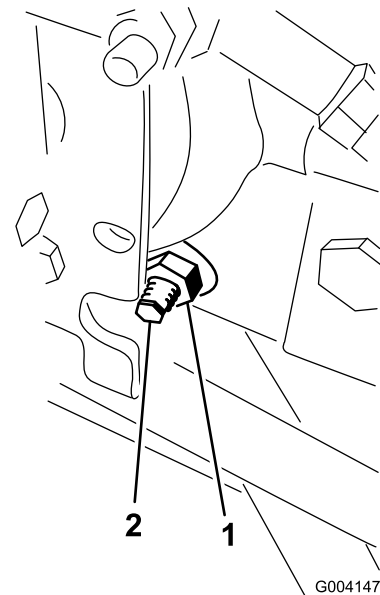

Bild 92
3. Lösen Sie rechts am Hydrostat die Sicherungsmutter an der Fahrtrieb-Einstellnocke (Bild 92).